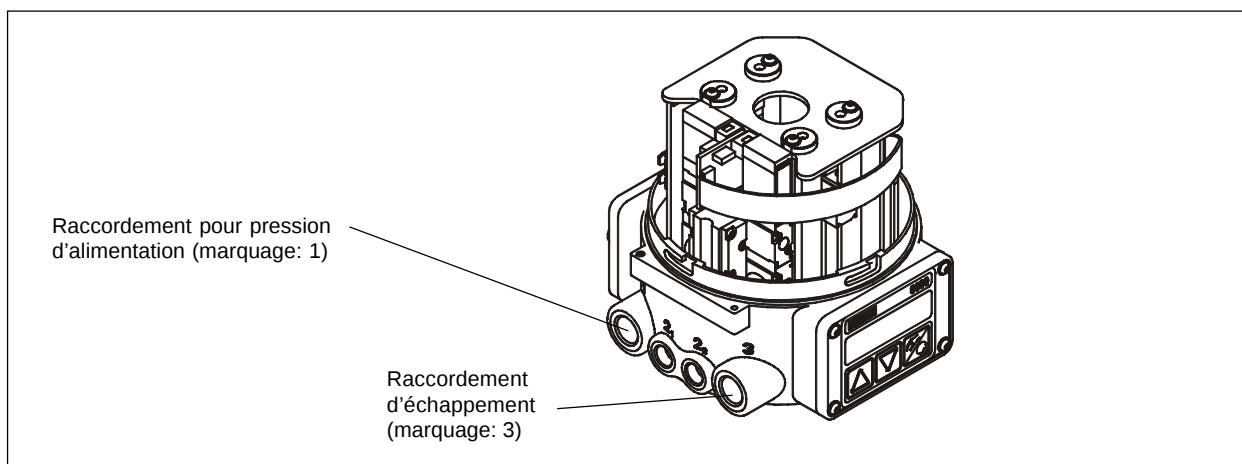

Bild 5.1: Connexion pneumatique
- ➔ Connecter l'alimentation en air à l'orifice 1 - (Fig. 5.1)
- ➔ Connecter la purge d'air ou le silencieux à l'orifice 3 - (Fig. 5.1)